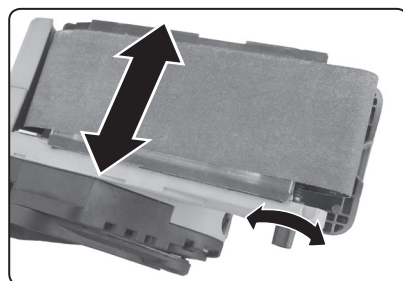

Abb. 6
- ➔ Legen Sie den Schnellspannhebel zurück, um das Band zu spannen, und richten Sie das Band ggf. mit der seitlichen Schraube aus (Abb. 6).